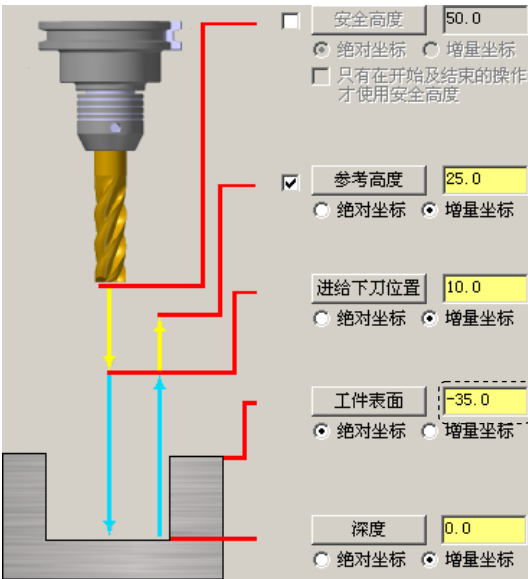

图 9.41 “共同参数” 参数设置界面
(3) 设置共同参数。在“2D 刀具路径 - 外形铣削”对话框中的左侧节点列表中，单击 **共同参数** 节点，设置图 9.41 所示的参数。